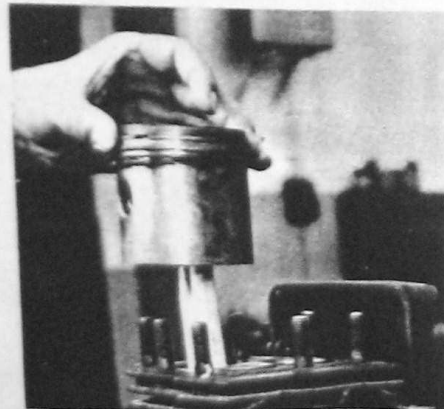

Fig. 14
3. Kolben mit Pleuelstange nach oben herausdrücken (Fig. 14).
3. Press out piston with connecting rod towards the top (Fig. 14).